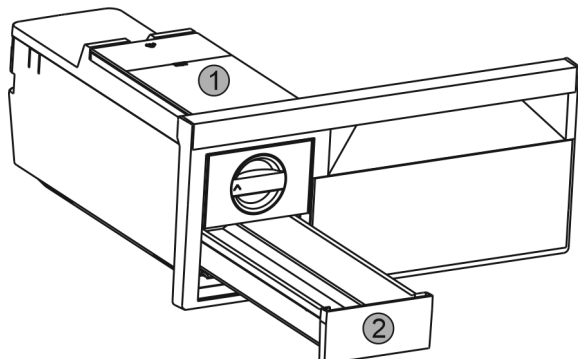

Fig. 79
- ▶ Tag vandtanken Fig. 79 (1) og isterningskuffen Fig. 79 (2) ud.